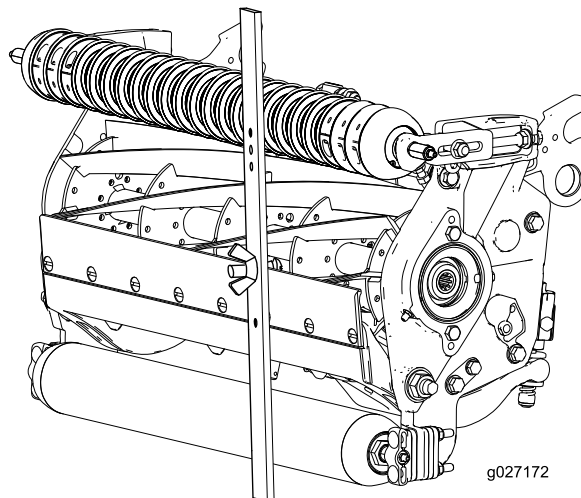

**Рисунок 16**
2. Ослабьте гайку мерной планки (**Рисунок 16**) и установите регулировочный винт на необходимую высоту скашивания.